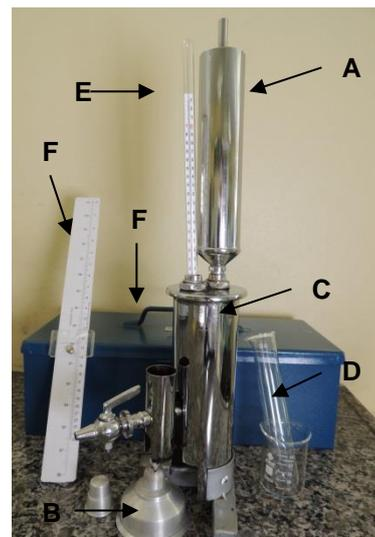
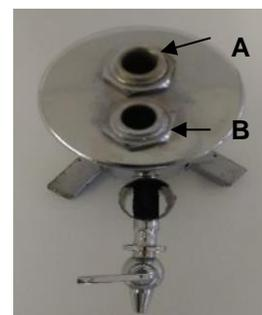
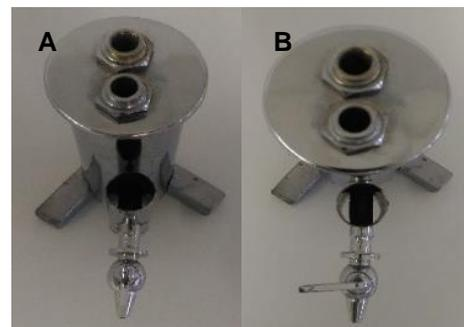

Figura 1: Ebuliômetro Tech Vision
Figura 2: Caldeira (vista superior)
Figura 4: Caldeira (vista superior). A: torneira aberta. B: torneira fechada
- 1.1. Condensador (Figura 1.A);
- 1.2. Lamparina (Figura 1.B);
- 1.3. Caldeira (Figura 1.C);
- 1.4. Tubo de vidro (Figura 1.D);
- 1.5. Termômetro (Figura 1.E);
- 1.6. Régua (Figura 1.F);
- 1.7. Caixa para armazenamento (Figura 1.G)
- 2.1. Retirar todas as partes do equipamento da caixa (Figura 1.G);
- 2.2. Encaixar o condensador (Figura 1.A) na caldeira rosqueando-o no orifício A da caldeira (figura 2.A);
- 2.3. Encher a lamparina (Figura 1.B) com álcool e colocá-la abaixo da torneira da chaminé (Figura 3), perfeitamente centralizada;
- 2.4. Verificar se a torneira da caldeira está fechada. Na posição horizontal (figura 4.A) a torneira estará aberta e na posição vertical (figura 4.B) a torneira estará fechada;
- 3.1. Encher o tubo de vidro com água destilada (figura 1.D) até o traço inferior de 15 mL;
3.2. Transferir para a caldeira, pelo orifício B (Figura 2.B) a quantidade de água contida no tubo de vidro;
3.3. Posicionar o termômetro (Figura 1.E) na caldeira pelo orifício B (Figura 2.B) e verificar a vedação;
3.7. Retirar o termômetro da caldeira e abrir a torneira (figura 4.A) deixando escoar todo o líquido existente na caldeira em um recipiente. Cuidado nessa etapa o líquido quente pode projetar;
4.2. Pelo orifício B (Figura 2.B) da caldeira colocar pequena quantidade do líquido a ser analisado, visando ambientar (adequar-se a um ambiente), e agite a caldeira com cuidado para retirar qualquer resíduo de água que possa ter permanecido. Manusear a caldeira com uma luva térmica, pois a caldeira estará aquecida. Abrir a torneira (Figura 4.A) e deixar o líquido escoar em um recipiente, descartando-o;
4.3. Fechar a torneira (Figura 4.B). Encher o tubo de vidro (Figura 1.D) até o traço superior (50 mL) de líquido a ser analisado e despeje o mesmo na caldeira pelo orifício B (Figura 2.B) e posteriormente, no mesmo orifício, coloque o termômetro verificando a vedação;